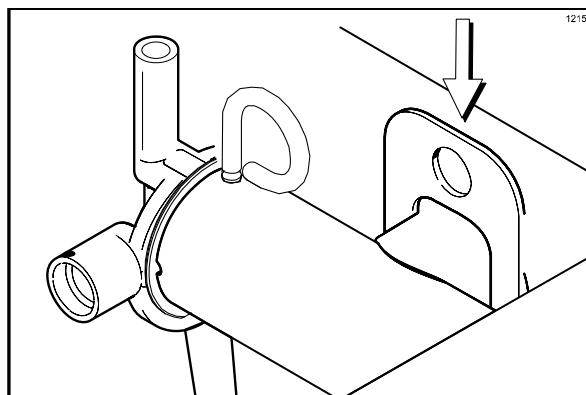

Рисунок 157
5. Установите узел насоса воздухомонасыщенной смеси в заднюю часть бачка для смеси. Для того, чтобы установить насос на ступицу привода, выровняйте паз привода в поршне с эксцентриком приводного вала. Закрепите насос на своем месте, надев зажим насоса на манжет насоса. Убедитесь в том, что зажим входит в канавки на манжете. (См. рис. 157)